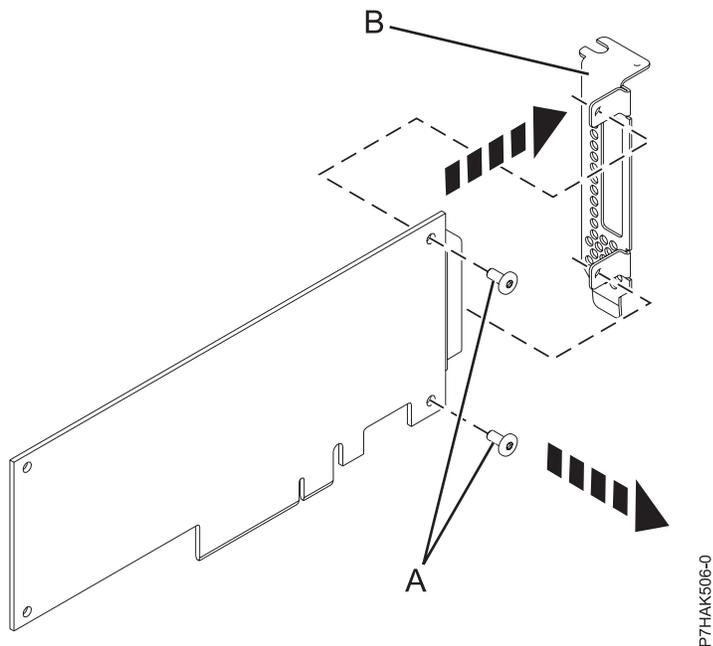

Figura 10. Removendo o suporte sobre trilhos de perfil baixo a partir de um adaptador PCI com falha
4. Usando uma chave de fenda Phillips, desparafuse os dois parafusos (A) que prendem o suporte sobre trilhos (B) ao adaptador PCI com falha, conforme mostrado em Figura 10.